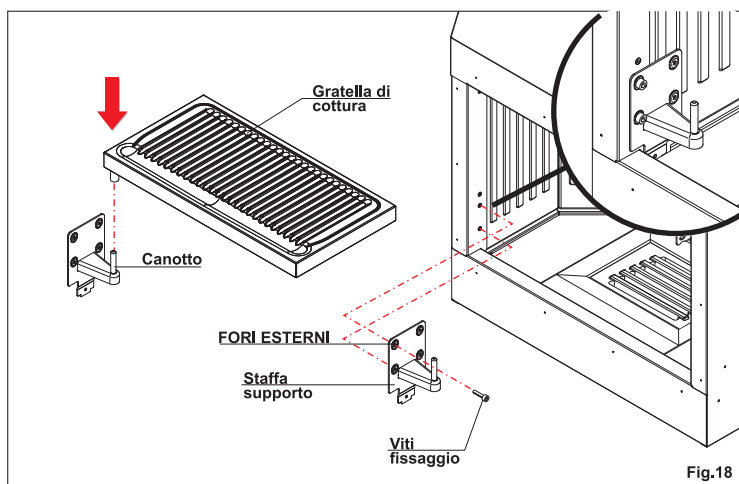

Fig.18
Per eseguire il montaggio procedere come segue (fig.18):
- 2) Posizionare la staffa supporto come indicato in fig.18. I fori da utilizzare sulla staffa a prescindere dal posizionamento Dx o Sx (della gratella) dovranno essere sempre quelli esterni.